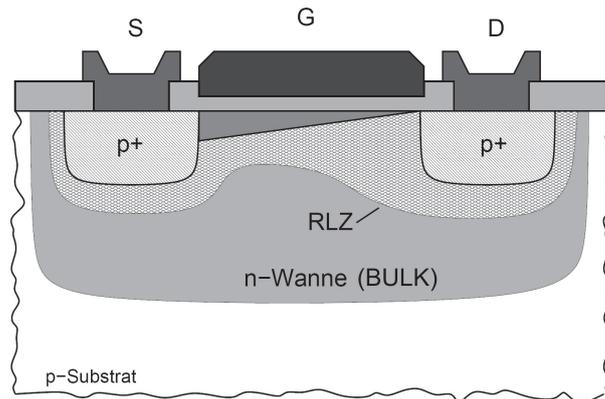

Abb. 4.1: p-Substrat / Querschnitt eines p-Kanal MOSFET
- a) Siehe Abb. 4.1.
b) Siehe Abb. 4.1.
d) Siehe Abb. 4.1.